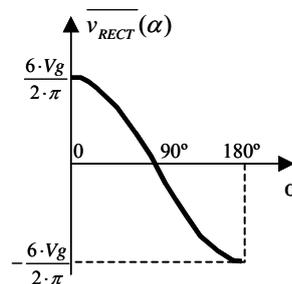

Figura 2
y sustituyendo (7) en (2) se obtiene finalmente el valor medio de la tensión de salida en función del ángulo de disparo de los tiristores (8). La variación de este valor medio con α se representa en la figura 2.